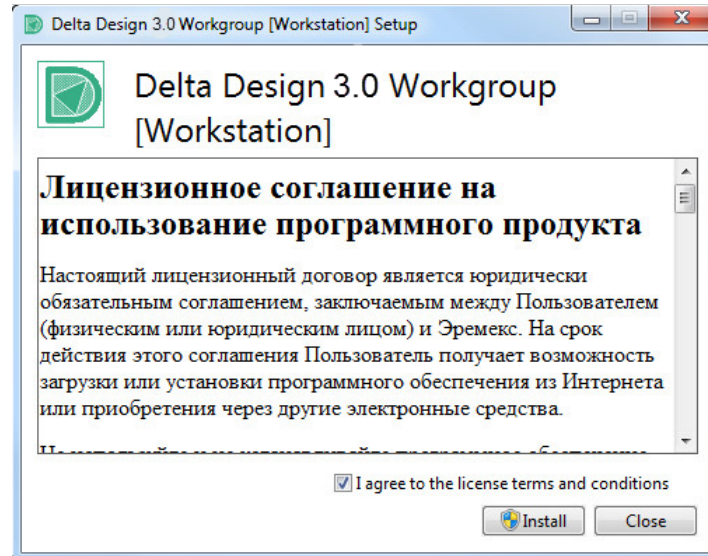

Рис. 14 Лицензионное соглашение в мастере установки
2. Подтвердить согласие с условиями лицензионного соглашения. Подтверждение считается полученным при постановке флага в поле «I agree to the license terms and conditions». Далее необходимо нажать кнопку «Install», см. Рис. 14. Установка будет начата.